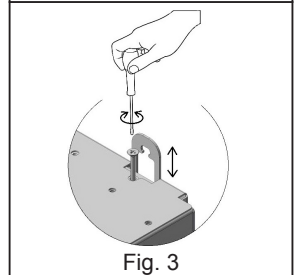

Fig. 3
- b) Tylne wspornik wyrównujący mocowany za pomocą kołków rozprężających w zestawie (Rys.3)